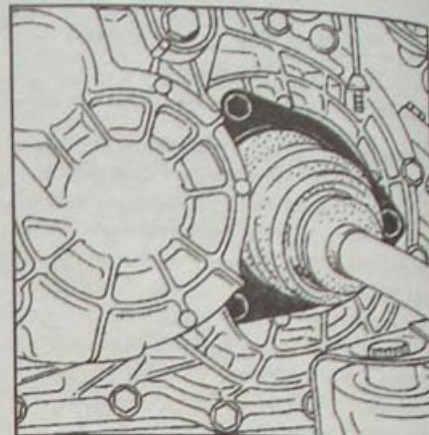

Рис. 2.42. Расположение болтов крепления гофрированного чехла приводного вала на фланце дифференциала
• Отверните 3 болта крепления гофрированного защитного чехла приводного вала на фланце дифференциала (рис. 2.42).